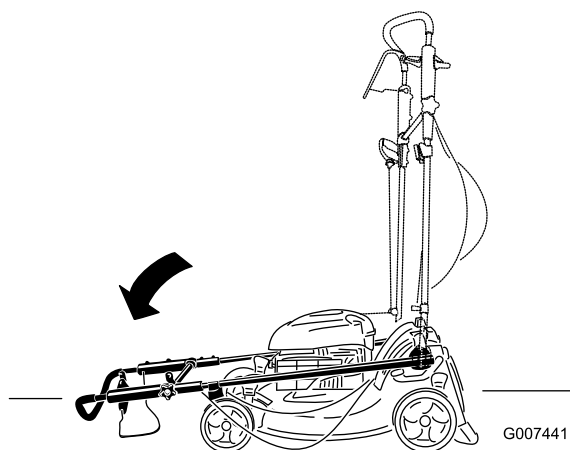

Figura 59
2. Spostate completamente avanti la stegola e allentate la manopola della sua sezione superiore (Figura 59).